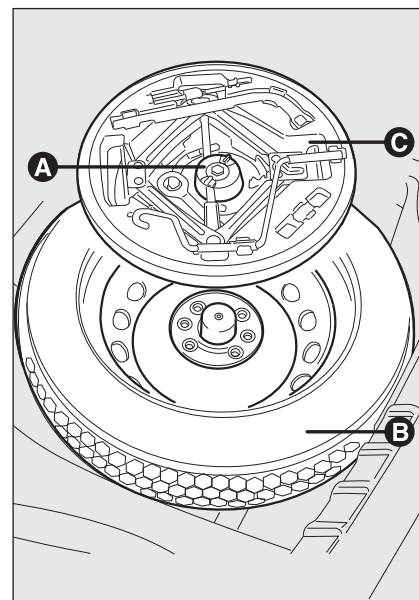

fig. 2
- svitare il dispositivo di bloccaggio **A-fig. 2**;
- prelevare il contenitore portattrezzi **C-fig. 2** e portarlo accanto alla ruota da sostituire;
- prelevare la ruota di scorta **B-fig. 2**;
- reinsertire nel proprio contenitore **C-fig. 2** il cric parzialmente aperto forzandolo leggermente nella propria sede in modo da evitare eventuali vibrazioni durante la marcia;
- sistemare il contenitore **C-fig. 2**, completo di attrezzi, nella ruota di scorta;
- avvitare il dispositivo **A-fig. 2** di bloccaggio contenitore attrezzi;